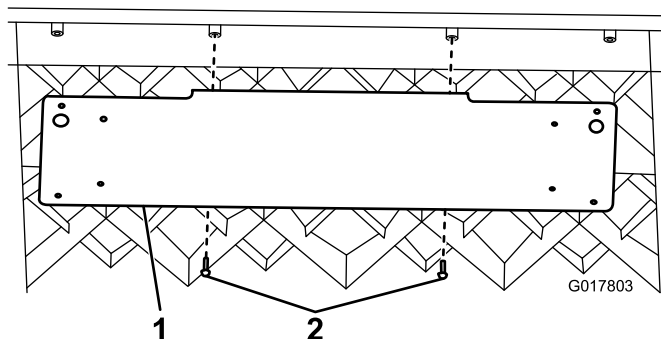

Рисунок 11
1. Установите кронштейн номерного знака на нижней стороне плиты с помощью двух винтов (№ 10-3/4 дюйма) (Рисунок 11).